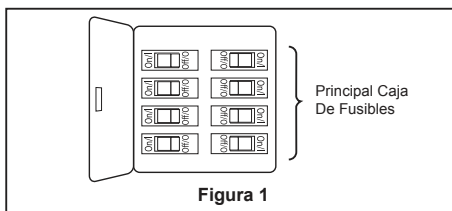

Figura 1
Para evitar una posible descarga eléctrica, asegúrese de cortar la alimentación eléctrica de la caja de fusibles principal antes de colgar el ventilador. (Figura 1)
Para evitar una posible descarga eléctrica, asegúrese de cortar la alimentación eléctrica de la caja de fusibles principal antes de cableado el ventilador. (Figura 1)
- 1. Instale la cubierta rotando la ranura clave en la cubierta sobre el tornillo de hombro del soporte del gancho, teniendo cuidado de no pillar los cables. Fije el tornillo de hombro. Instale adecuadamente y fije el segundo tornillo de hombro que fue anteriormente guardado. (Figura 1)
- 1. Extraiga uno de los tres tornillos del soporte ubicado en la parte interior de la unidad del motor. Guárdelos para después y afloje levemente los otros dos tornillos. (Figura 1)
1. Restaure la fuente de alimentación de la toma de corriente enciendo la electricidad del fusible principal. (Figura 1)